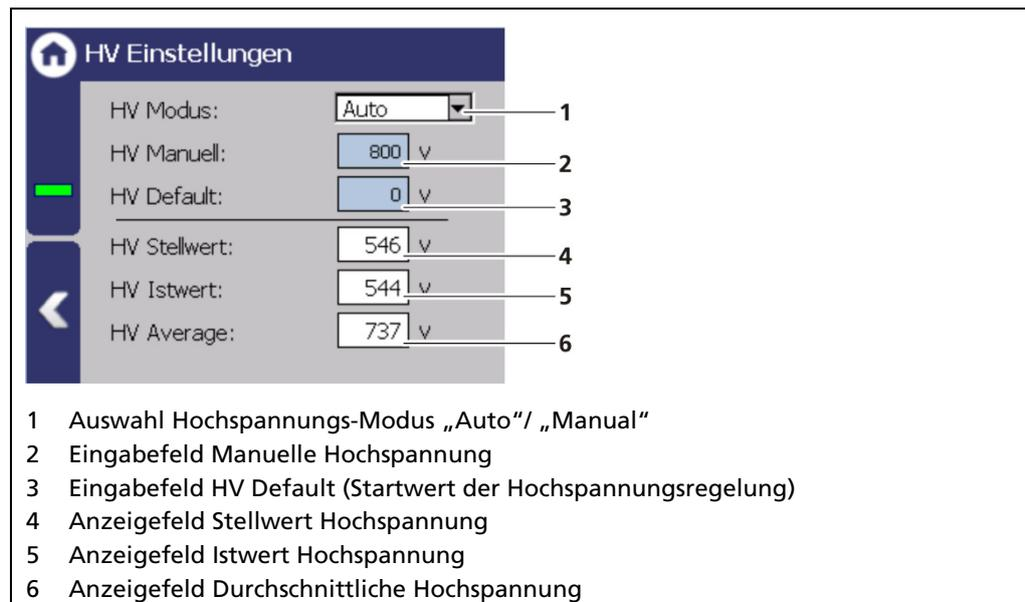

Abb. 67 HV Einstellungen
1. Klicken Sie auf den Auswahlpfeil (Abb. 67, Pos. 1), um den gewünschten HV Modus (Auto oder Manual) einzustellen.
- MANUAL: Die Hochspannung wird auf einen festen, vom Nutzer eingegebenen Wert (Abb. 67, Pos. 2) gehalten.
2. Klicken Sie in das Eingabefeld "HV Default" (Abb. 67, Pos. 3), um das Eingabefeld zu öffnen.